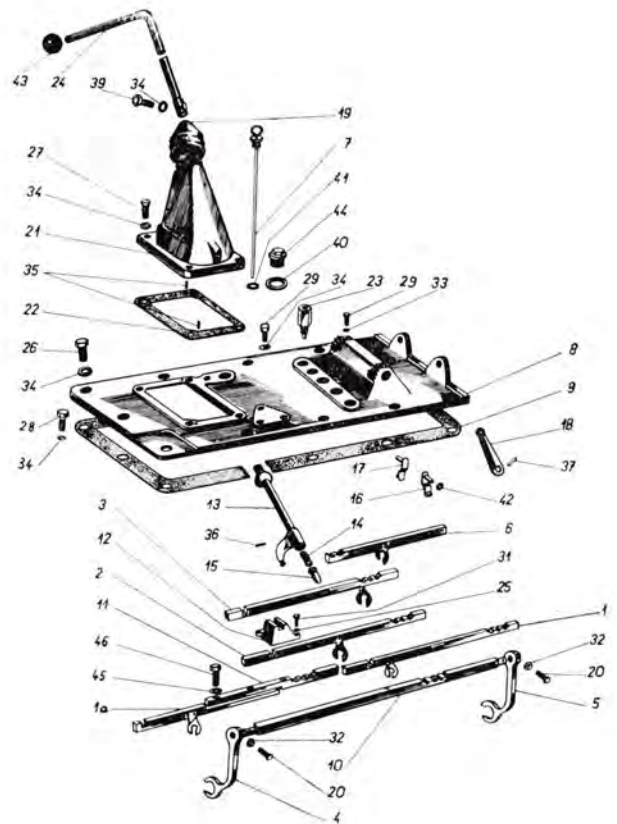

Abb. 109
1. Der Balg (Abb. 109/19) ist abziehen, die Befestigungsschraube M 8×22 (Abb. 109/39) auszuschrauben und der komplette Schalthebel abzulösen.
4. Der Ölstandmesser (Abb. 109/7) ist auszuschrauben und herauszunehmen.
6. Vier Schrauben M 8×43 (Abb. 109/27) sind aus dem Getriebegehäusedeckel auszuschrauben und
das Schaltlager (Abb. 109/21) ist gleichzeitig mit dem Unterteil der Schaltung (Abb. 109/13) durch leichtes Beklopfen aus dem Getriebegehäusedeckel zu entfernen.
8. Elf Schrauben M 8×22 sind aus dem Getriebegehäuse (Abb. 109/26) auszuschrauben. Dadurch wird gleichzeitig die Abdeckung der elektrischen Leitung im rückwärtigen Teil des Schleppers gelöst. Der Deckel ist anzuheben und abzunehmen. Die Montage ist in umgekehrter Reihenfolge durchzuführen.
Der Schalthebel (Abb. 109/24) ist in den unteren Teil der Schaltung (13) eingeschoben und mit einer Schraube (39) festgezogen. Auf einer Feder (14) ist ein Bolzen (15) gelagert, der im unteren Teil der Schaltung mit einem Stift (36) gesichert ist. Der Bolzen bewegt sich in einer Führung (12), die mittels Schrauben (31) an das Getriebegehäuse angeschraubt ist.
4. Die Schaltgabeln des V. und IV., des III. und II., des I. und Rückwärtsganges sind gleichzeitig aus der Lagerung im Getriebegehäuse herauszunehmen. Zuletzt ist die Schaltgabel der Reduktion herauszunehmen. Zum leichteren Ausschieben der Schaltgabel muss das Rad der Reduktion auf das Nutenwellenrad aufgeschoben werden. Beim Schlepper Zetor 4511 ist die Schaltstange des IV. und V. Ganges geteilt (Abb. 109/1a, 11).